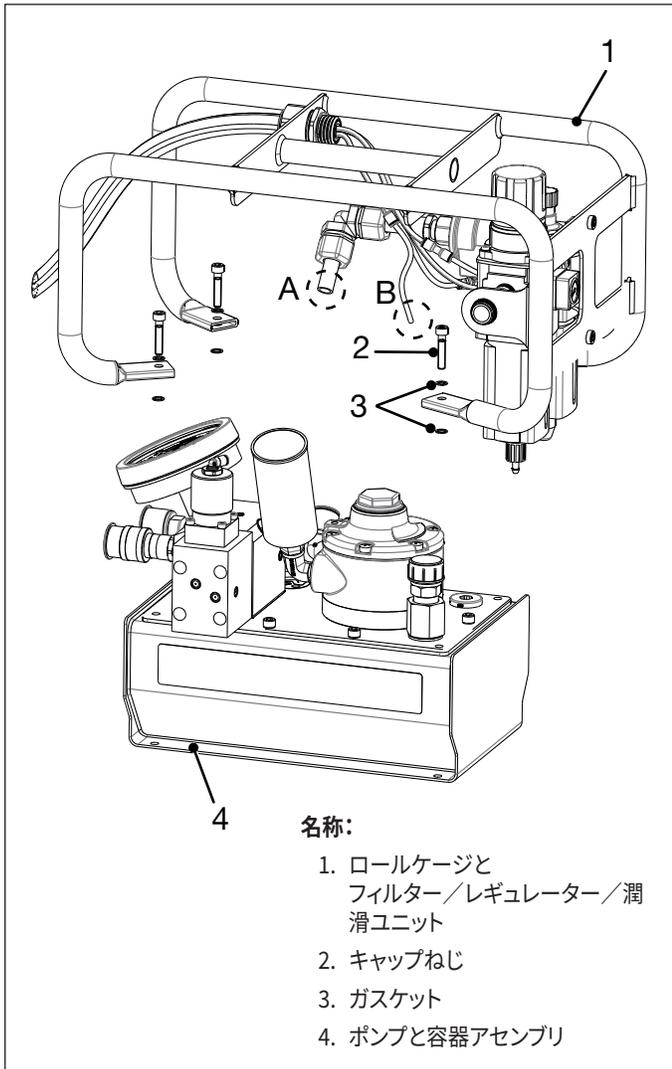

図13: 容器の点検と清掃 (図1/2)
4. 4本のキャップねじとワッシャーを取り外します。ロールケージとエアフィルター/レギュレーター/潤滑ユニットをアセンブリとして全体で油圧容器から慎重に持ち上げます。図13を参照してください。